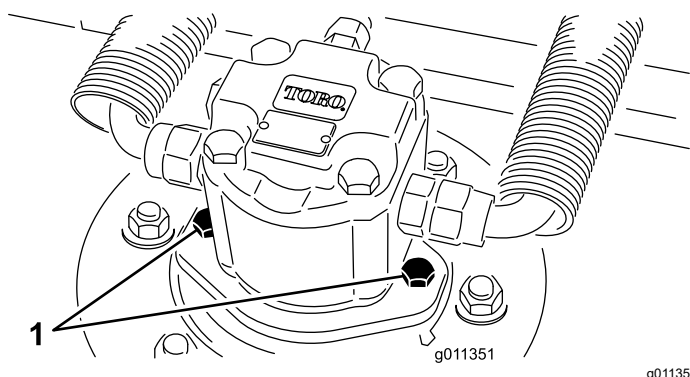

Figura 67
2. Scollegate e staccate il motore idraulico dal piatto di taglio (Figura 67). Coprite la parte superiore del mandrino per impedire che venga contaminato.
4. Montate il motore idraulico sul piatto di taglio (Figura 67). Verificate che l'O-ring sia in sede e non sia danneggiato.